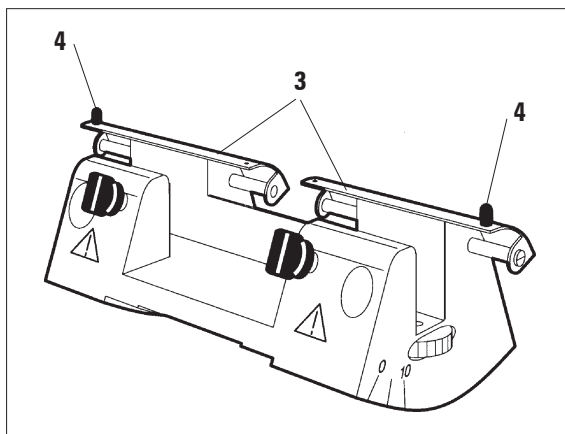

Fig. 3
Sur le porte-couteau N, des boutons (4) facilitent la manipulation du protège-doigts (3)(fig. 3).